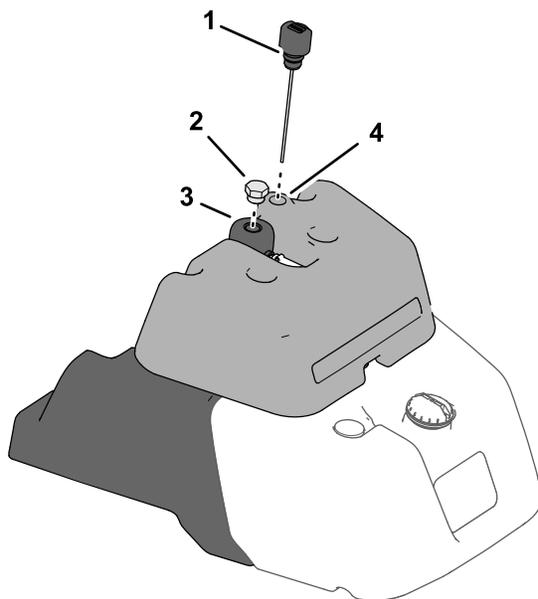

图36
- 如果油箱顶部有燃油油位计请找到泄漏检测油箱顶部液压系统的量油尺图36然后转至步骤 3。